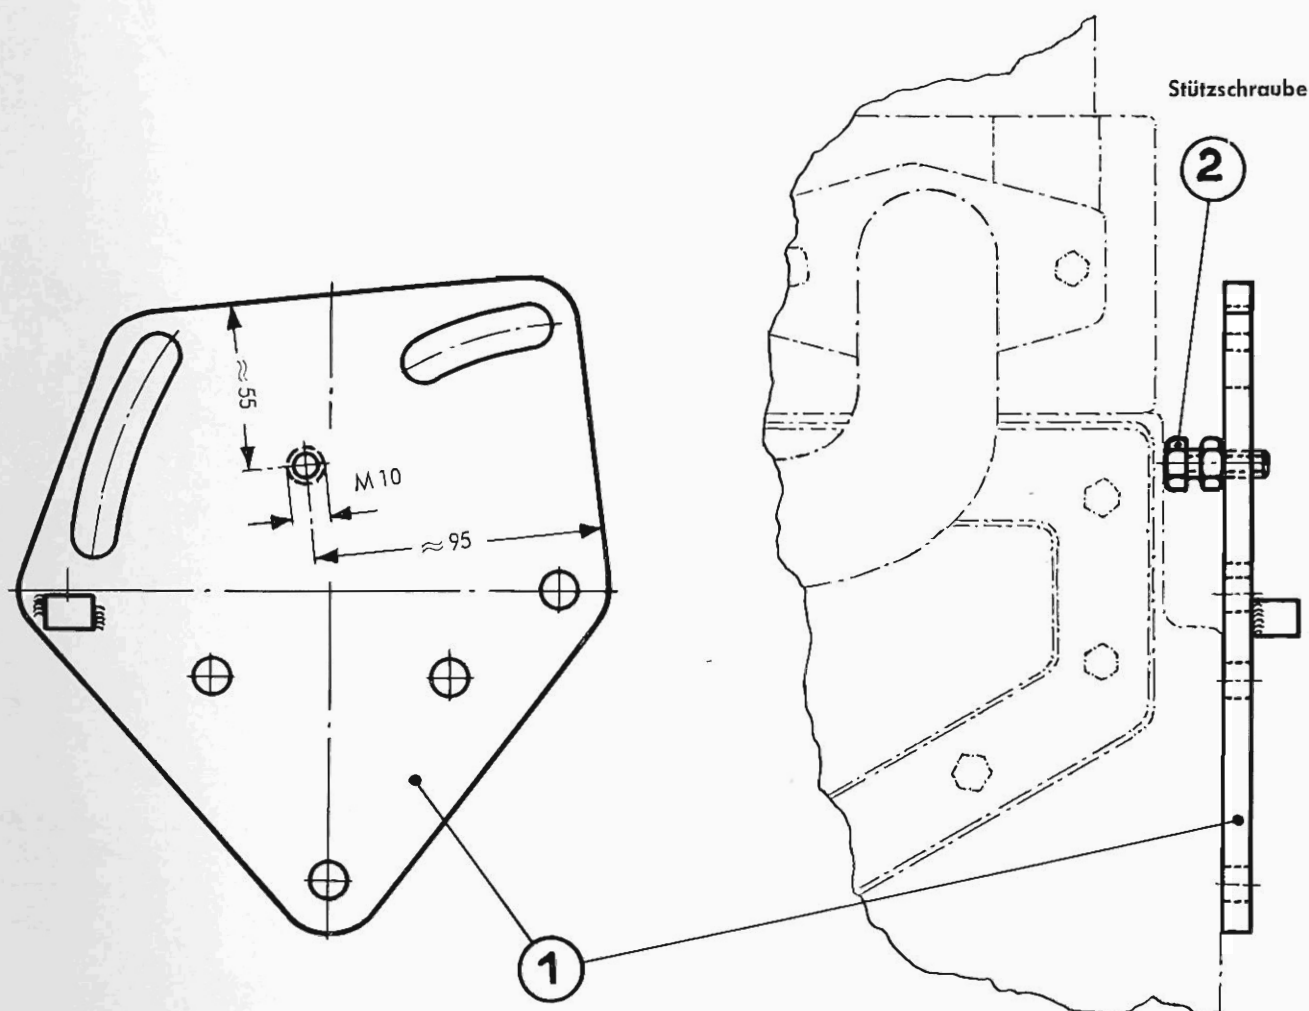

Bild 46-3/1
- Prüfen, ob die Stützschraube 326 990 1001, zur Abstützung der Trägerplatte für den Lüfterantrieb zwischen Lüfterbock und Kurbelgehäuse, eingebaut ist und unter Vorspannung steht. (Siehe Bild 46-3/1.)